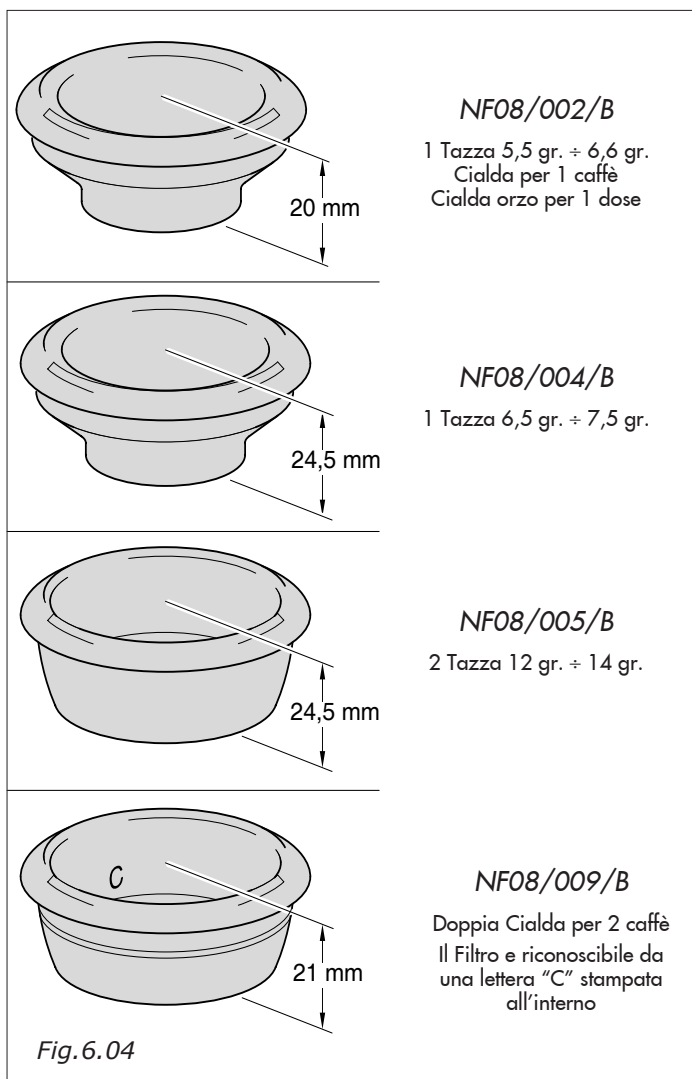

Fig.6.04
Secondo la quantità di caffè macinato, occorre utilizzare il filtro come indicato (Fig. 6.04) per evitare che, ad erogazione terminata, la pagliola fondi caffè resti attaccata al gruppo erogatore.
- Scegliere il filtro corretto ed inserirlo nel portafiltro, utilizzare i filtri piccoli per una tazza ed il filtro grande per due tazze (Fig.6.04).